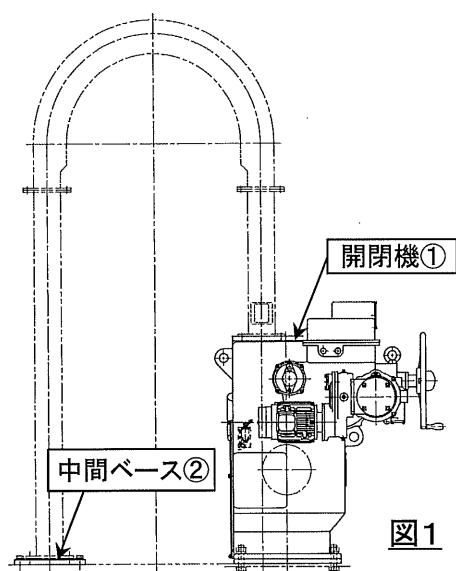

図1
2-1-2. 開閉機①及び中間ベース②を据付面に乗せ、仮止めします。（図1）